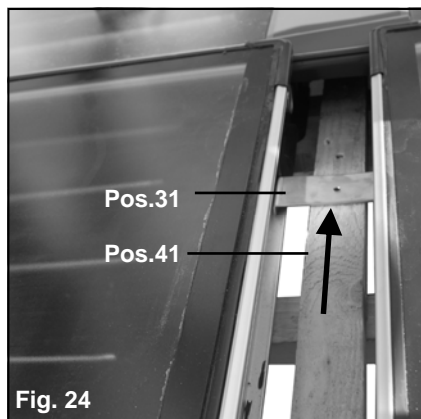

Fig. 24
- Serrare saldamente al listello del tetto (Pos. 41) la piastra di fissaggio angolare da 90° (Pos. 31) del distanziatore del collettore fra il collettore sinistro e destro (Fig. 24)